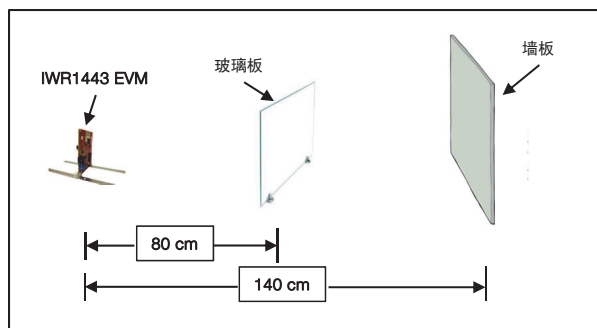

图 2.检测玻璃墙的测试装置。
为演示这一功能，我们设置了一个简单的实验，使用德州仪器 (TI) IWR1443BOOST 毫米波传感器评估模块 (EVM)，在 80cm 远处放置一块玻璃。然后，我们玻璃后面 140cm 处的位置放置了一个墙板，如图 2 所示。